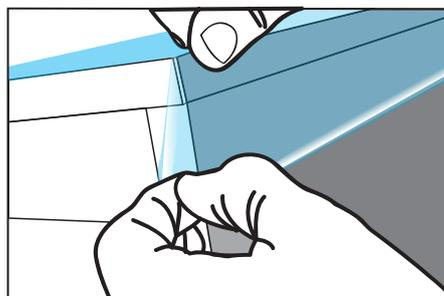

Abbildung 10
- › Wenn Sie die Folie auf der zweiten Kante verkleben, sorgen Sie an der Ecke für eine leichte Überlappung. (Abb. 10)